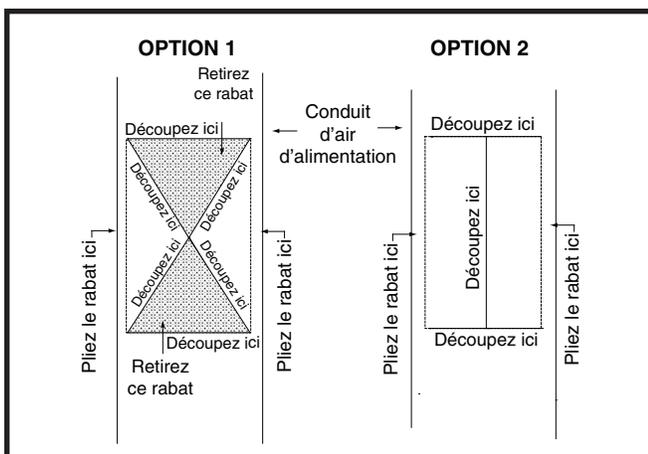

Figure 11. Ouvertures étroites de conduit d'air
- Tracez et découpez le haut du conduit d'alimentation en air tel qu'indiqué dans l'Option 1 ou l'Option 2. Consultez la Figure 11 (page 8). **REMARQUE** : Si l'Option 1 est sélectionnée, découpez le métal dans la zone ombrée.